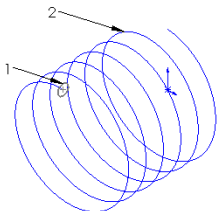
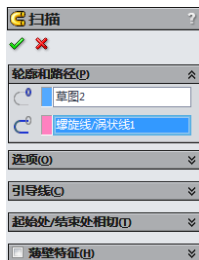

图 3-38 等轴测视图
图 3-39 “扫描”属性管理器
**07** 设置视图方向。单击“标准视图”工具栏中的“等轴测”图标，将视图以等轴测方向显示，结果如图 3-38 所示。
**09** 设置属性管理器。此时系统弹出如图 3-39 所示的“扫描”属性管理器。在“轮廓”一栏中，选择图 3-38 中圆 1；在“路径”一栏中，选择生成的螺旋线 2，按照图示进行设置。